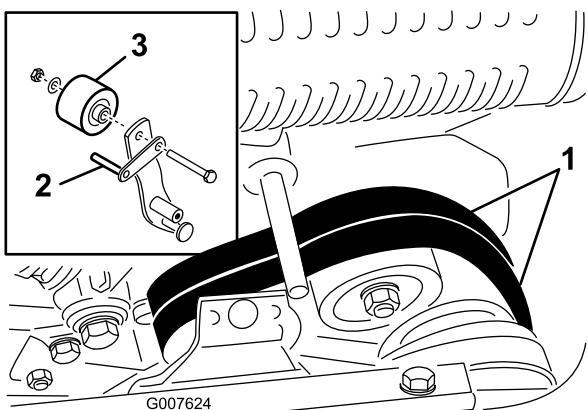

Figura 34
8. Para empurrar ou puxar mais facilmente a máquina sem ligar o motor, ajuste o guia da correia (Figura 34, em destaque) da seguinte forma: